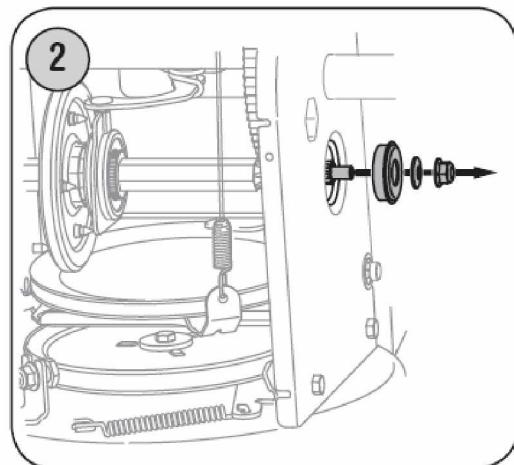

Рис. 32.
2. Аккуратно открутите шестигранную гайку и шайбу, которые крепят вал к раме снегоуборщика и слегка наклоните конец вала для освобождения шарикового подшипника с правой стороны рамы. См. Рис. 32.